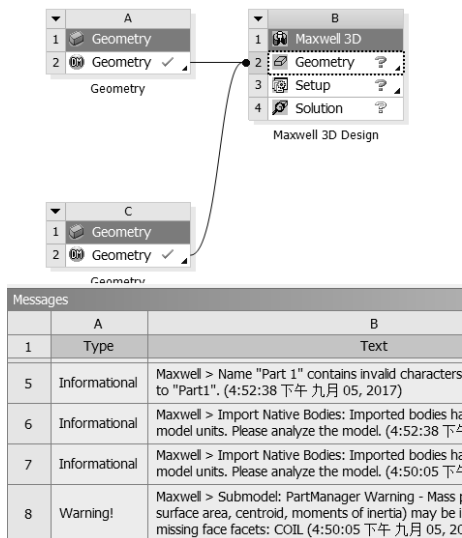

图 19-75 模型检查
Step8：模型检查。经检查发现在 Workbench 平台的下方弹出一个警告信息，如图 19-75 所示，此信息表明导入到 Maxwell 软件的几何尺寸超出预期范围。